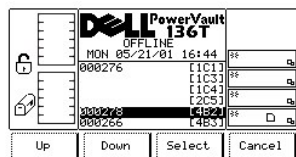

Figure 19. Status > Library > Dialogue Media Selection
- 1 Si la touche de fonction **Select** est enfoncée, le champ sélectionné devient le champ actif. Reportez-vous à la Figure 19.